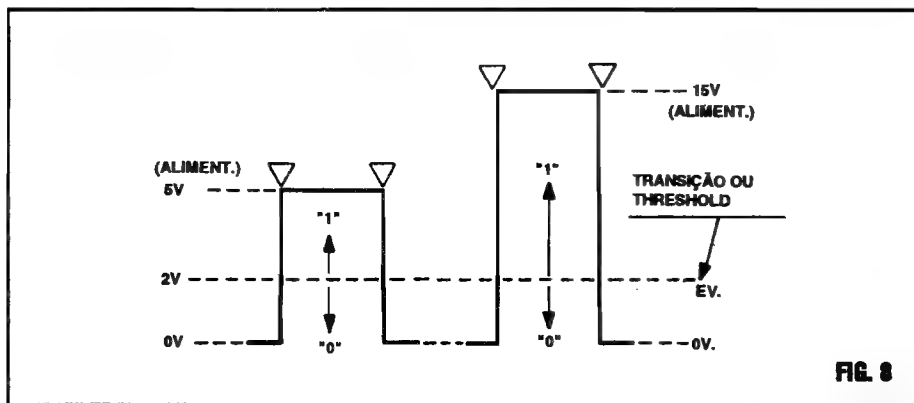

FIG. 8
- FIG. 8 - AFINAL, A PARTIR DE QUAL TENSÃO A ENTRADA DE UM C.MOS "INTERPRETA" A TRANSIÇÃO ENTRE OS NÍVEIS RECONHECIDAMENTE DIGITAIS...? - É importante definir bem qual o real ponto de transição, ou seja, a "voltagem" mais ou menos precisa que uma Entrada C.MOS reconhece como sendo a "fronteira" entre um nível "baixo" e um nível "alto", mesmo porque nem sempre as excitações (por uma série de motivos circuitais...) são intrinsecamente "claras" ou suficientemente rápidas em suas "trocas de estado"... Esse nível de transição (ver diagrama), também chamado de limiar ou threshold, situa-se, nos C.MOS, em torno de 2V, acima do que qualquer Entrada dessa "família" interpreta como nível "alto" ou "1", e abaixo do qual a mesma Entrada "vê" um nível digital "baixo" ou "0"... Devido a tal parâmetro, quando estamos utilizando um bloco lógico C.MOS em conjugação com circuitos de entrada baseados em componentes discretos, analógicos, é sempre conveniente adotar uma Tensão de alimentação substancialmente acima dos 2V do "limiar", de modo que com toda a segurança e "certeza" os "estados" digitais aplicados sejam devidamente reconhecidos... É por tal razão Teórico/Prática que, embora possamos fazer um